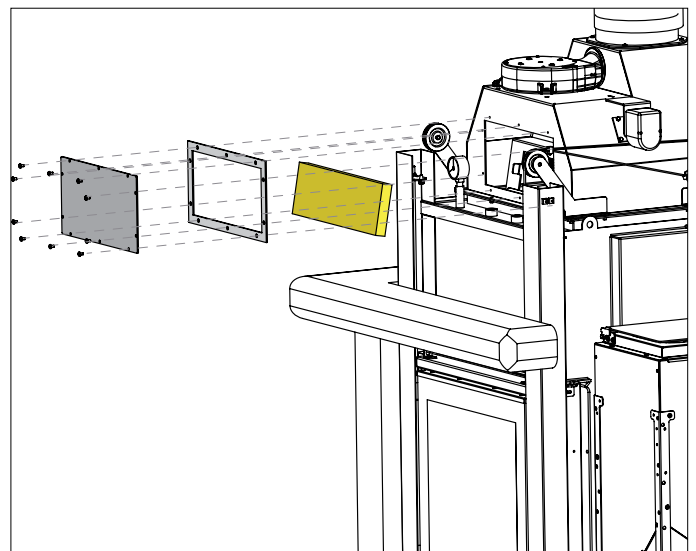

fig. 6.2
- Acceda al compartimento de inspección del giro de humos desenroscando los tornillos del tapón frontal (fig.6.2) y saque el deflector de humos de magnofix; verifique el estado de la junta y, en su caso, cámbiela.